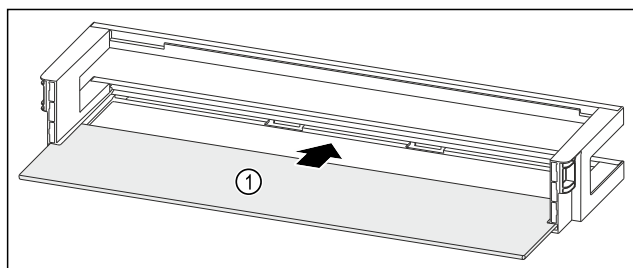

Fig. 52 Odkladací priestor vo dverách s odkladacou plochou
- ▶ Zasuňte odkladaciu plochu Fig. 52 (1) do bočných vybrání.